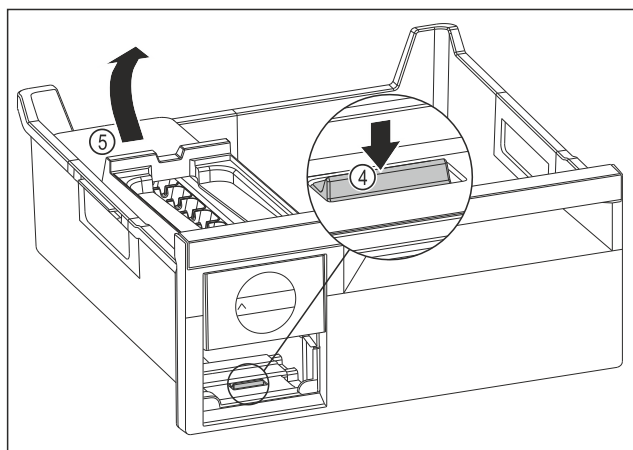

Fig. 131
- ▶ Odoberte korpus EasyTwist-Ice: Strmeň Fig. 131 (4) zatlačte prstom nadol a súčasne druhou rukou zdvihnite zozadu korpus EasyTwist-Ice Fig. 131 (5).